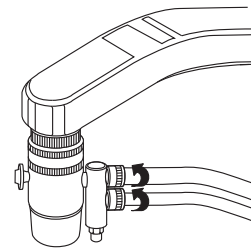

Fig. 9
- Enrosque** las tuercas en los conectores y **apriete a mano** (Fig. 9). Use las cintas de amarre para **fixar** la manguera a la llave.